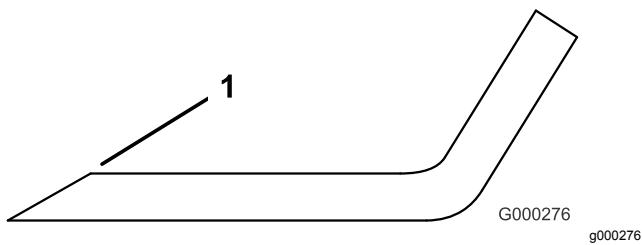

Figure 111
3. Examinez les tranchants de toutes les lames et aiguissez-les s'ils sont émoussés ou ébréchés (Figure 111).
**Remarque:** N'aiguissez que le haut du tranchant et conservez l'angle de coupe d'origine pour obtenir une coupe nette (Figure 111). Limez la même quantité de métal sur chacun des deux tranchants pour ne pas déséquilibrer la lame.